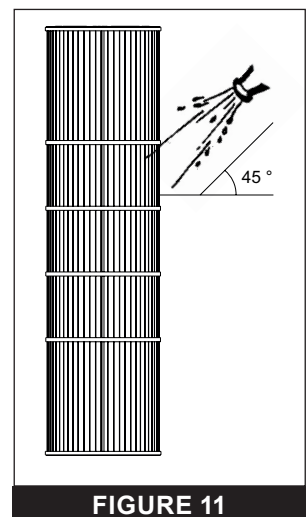

FIGURE 11
5. À l'aide d'un tuyau d'arrosage muni d'un embout à jet droit, tenez l'embout à un angle de 45 degrés par rapport à la cartouche et lavez toute la cartouche de haut en bas. Veuillez vous référer à la **FIGURE 11**.
9. À l'aide d'un tuyau d'arrosage muni d'un embout à jet droit, tenez l'embout à un angle de 45 degrés par rapport à la cartouche et lavez toute la cartouche de haut en bas. Veuillez vous référer à la **FIGURE 11, PAGE 7**.